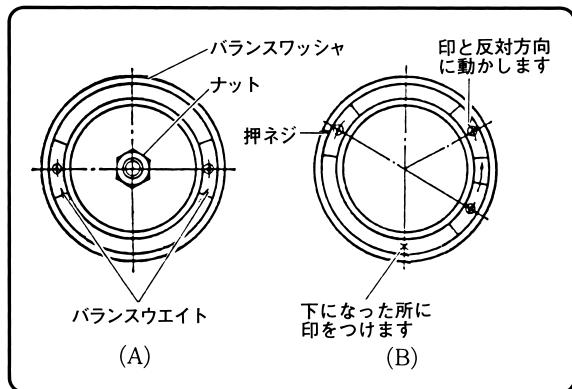

図 8
- まず図8(A)のようにバランスウェイトを対称の位置において締付けます。
- そこで図8(B)のように、バランスウェイトを動かして締付けます。